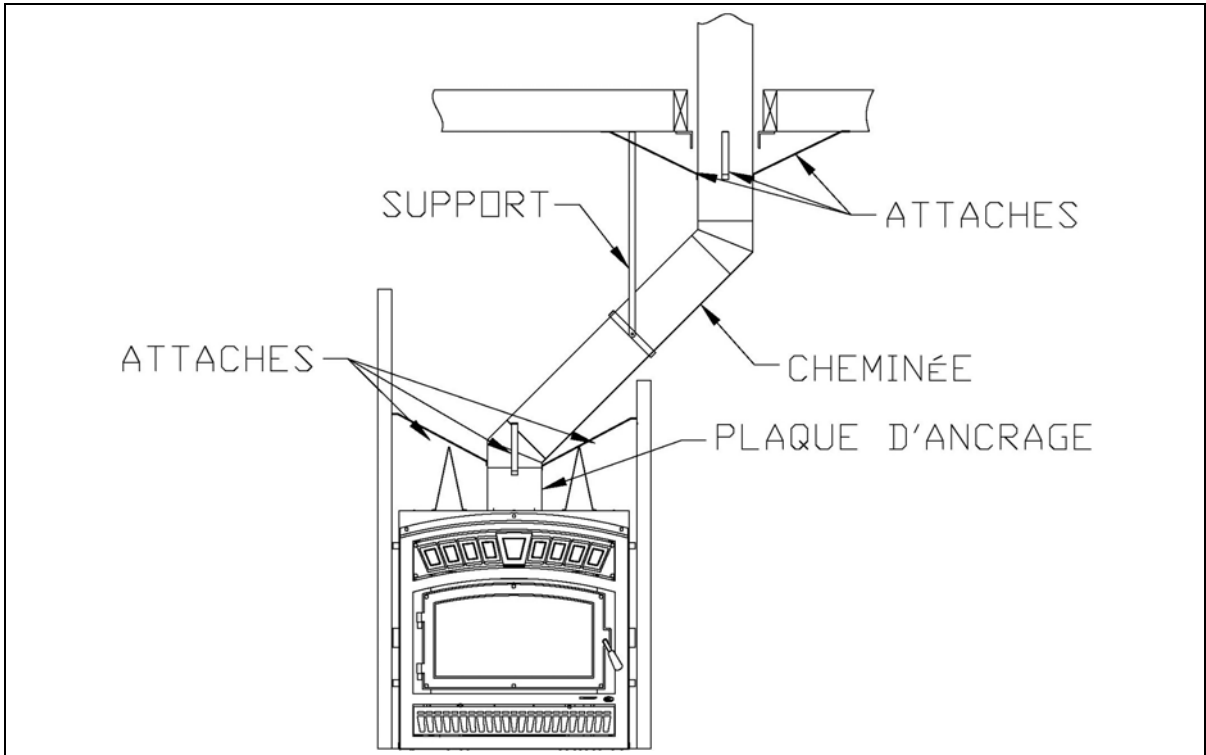

Figure 40
1. Installez le premier coude; tournez-le dans la bonne direction. Fixez-le à la cheminée en suivant les instructions du fabricant de la cheminée. Dans de nombreux cas, il est recommandé des fixer les raccords à l'aide de trois (3) vis à métal de ½" (12 mm).
2. Installez les sections de cheminé qu'il faut pour obtenir le décalage nécessaire. Verrouillez les sections de cheminée ensemble en suivant les instructions du fabricant de la cheminée. Dans de nombreux cas, il est recommandé d'utiliser trois (3) vis de ½" (12 mm). Si la section décalée comporte deux sections de cheminée ou plus, de nombreux fabricants de cheminée exigent que vous utilisiez un support de décalage ou de toit à moitié chemin du décalage. Si la cheminée traverse un mur, installez un coupe-feu mural fourni par le fabricant de la cheminée (voir figures 40 et 41).